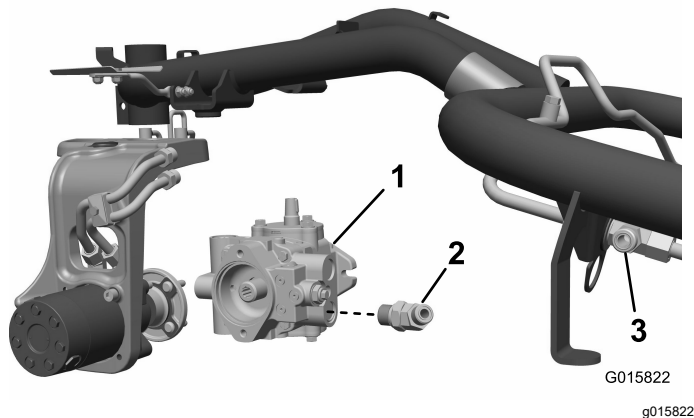

Figura 9
- Desligue o tubo da bomba hidráulica inferior da bomba e da união em T do anteparo superior dos motores frontais. Deite fora este tubo (Figura 9).
Deixe a união solta, orientada para cima e para fora (Figura 9).